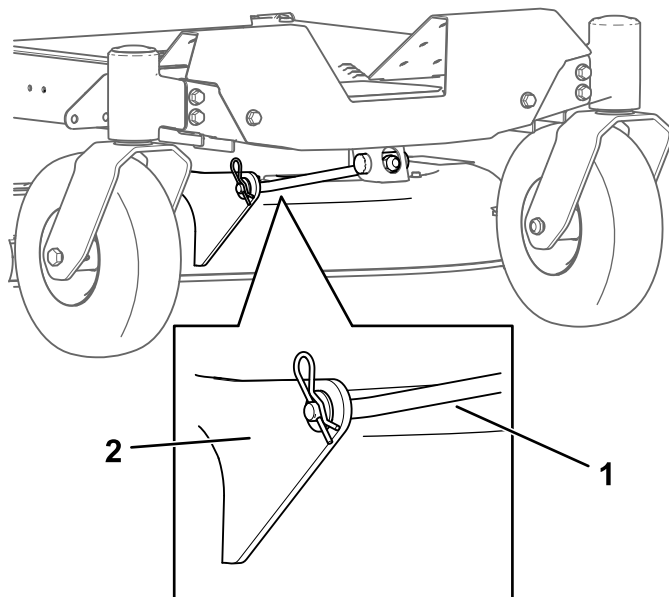

Figura 72
4. Rimuovete la coppiglia dall'asta di supporto frontale e rimuovete l'asta dalla staffa del piatto di taglio (Figura 72).
8. Montate l'asta di sostegno anteriore sul piatto di taglio con il perno con testa e la coppiglia a forcina (Figura 72).